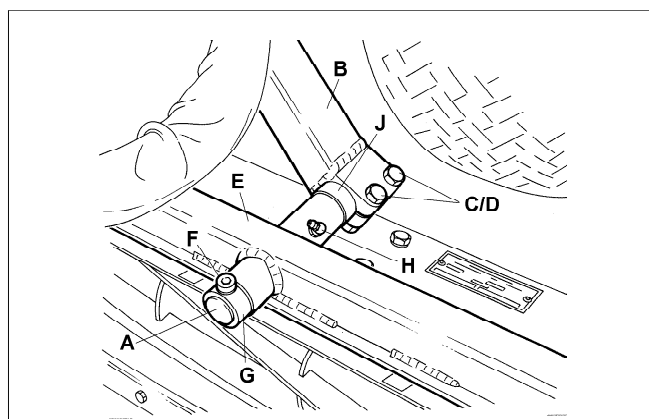

Fig.30
- (c) Pivotes de la unidad de corte, delante (H Fig 30)